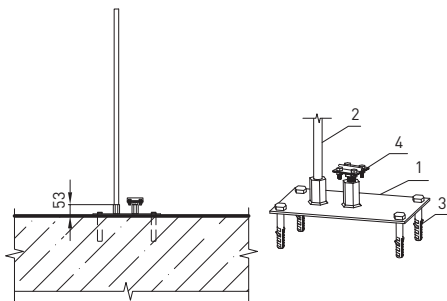

Рис. 3 – Схема установки молниеприёмника с использованием мини-подставки
5.4.1 Установка на плоской кровле молниеприёмника высотой 1–4 м с использованием мини-подставки (Рисунок 3, Таблица 2)